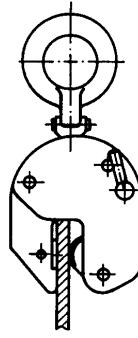

Fig. 4
- La carga siempre se debe entrar completamente en la boca (apertura) de la garra (ver fig. 4).
- De last moet tot de aanslag in de bekopering worden geschoven (fig. 4).